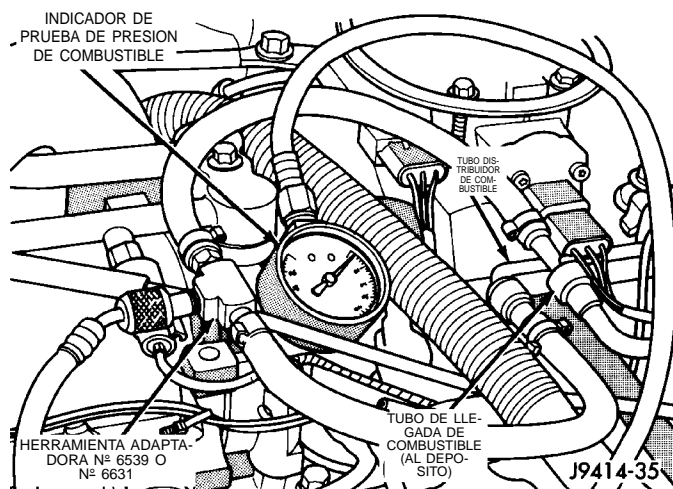
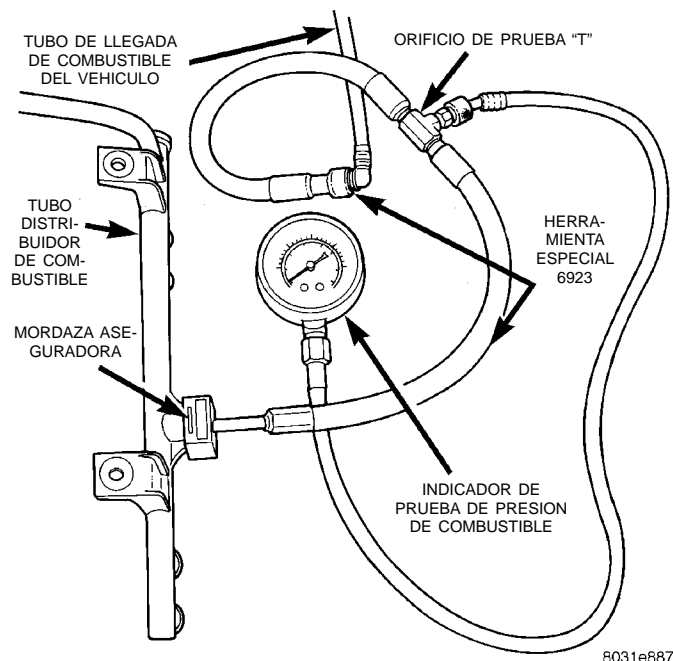

Fig. 10 Conexión de la herramienta adaptadora—Característica
Fig. 11 Conexión de la herramienta adaptadora—Característica
(2) Conecte la herramienta adaptadora de la prueba de presión del tubo de llegada de combustible adecuada (números 6539, 6631, 6541 ó 6923) entre el tubo de llegada de combustible desconectado y el tubo distribuidor (Fig. 10) o (Fig. 11).